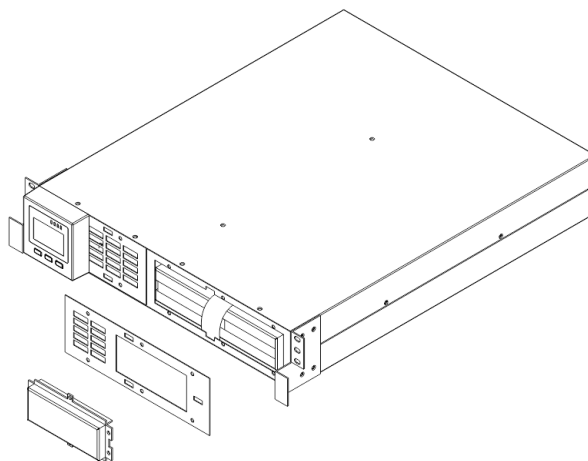

Figura 5.29: Remoção dos parafusos do suporte de baterias
- Retire os parafusos que fixam a proteção mecânica das baterias, Figura 5.29.